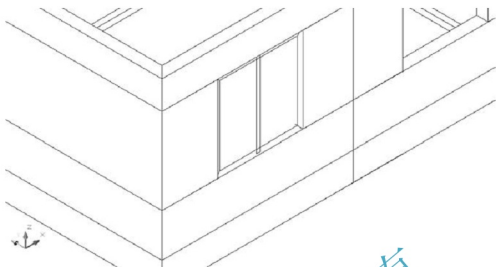

图 6.23 绘制玻璃（消隐后图形）
- (6) 按 Enter 键结束命令, 结果如图 6.23 所示, 生成的“玻璃”只是带有 1800mm 厚的多段线的线框。